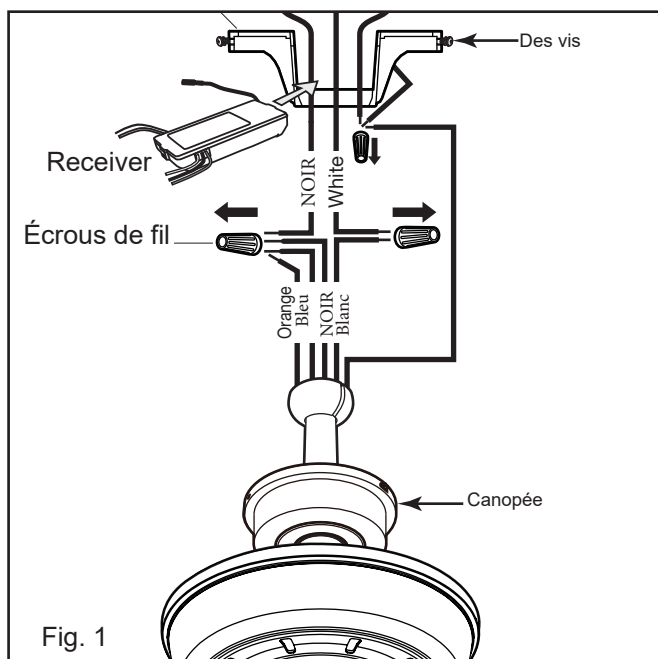

Fig. 1
1. Retirez l'auvent du ventilateur de plafond du support de suspension. (Fig. 1)
2. Débranchez le câblage existant entre le ventilateur de plafond et l'alimentation au niveau de la boîte de jonction électrique. (Fig. 1)
3. Posez le fil d'antenne noir sur le dessus du récepteur et placez le récepteur dans le support de montage. (Fig. 1)